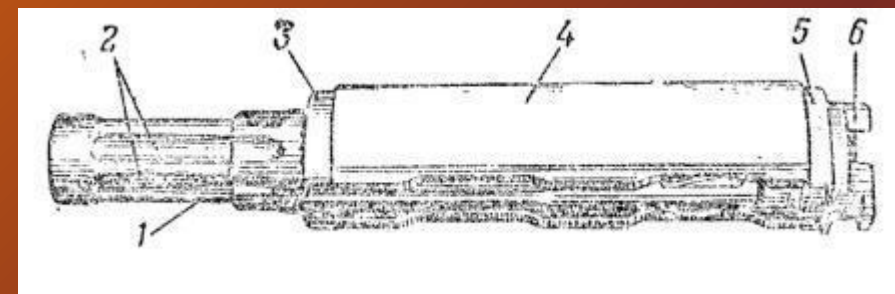

Рис. 34. Газовая трубка со ствольной накладкой
19. Газовая трубка со ствольной накладкой (рис. 34) состоит из газовой трубки, передней и задней соединительных муфт, ствольной накладки и металлического полукольца.